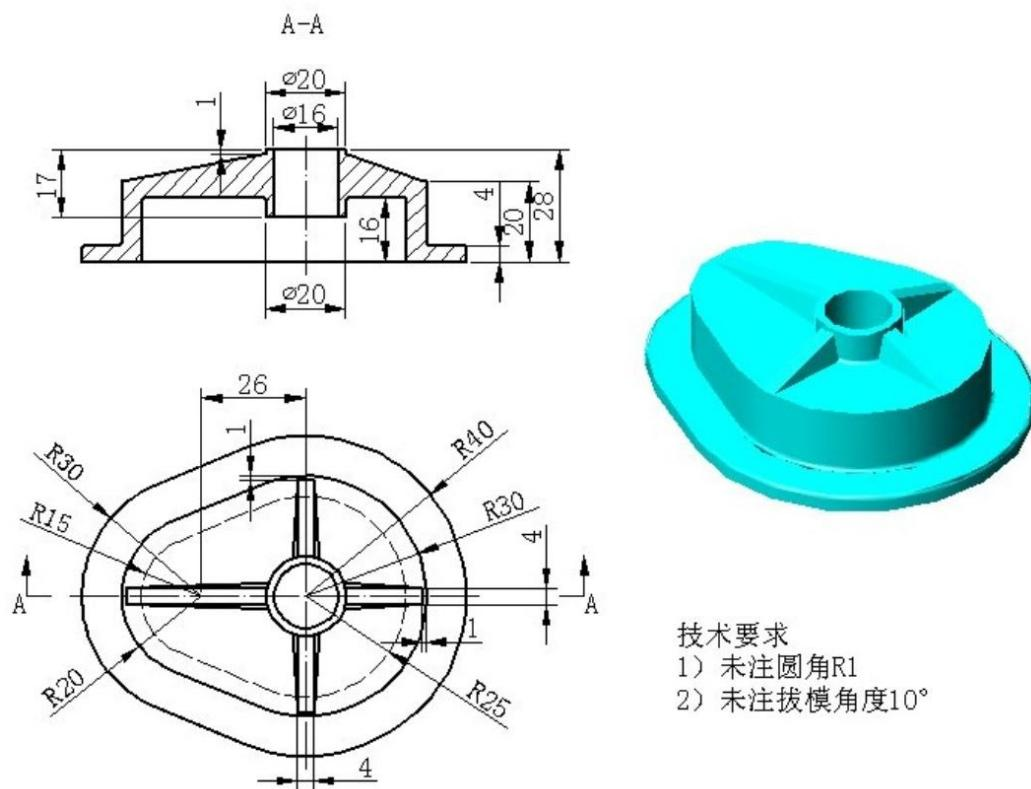

图 J1-5 三维零件 5
- ① 在盘下建立考生文件夹，文件夹名称为“场次-工位号”，所有文件必须保存在考生文件夹中，否则记零分；
- ② 文件名称为“J1-5”，保存在考生文件夹中；
- ③ 根据图 J1-5 所示尺寸完成三维建模；
- ④ 隐藏草图和创建的基准平面；
- ⑤ 考试过程中注意保存，考核结束时考试应立即停止操作，不得关闭电脑，离开考场。